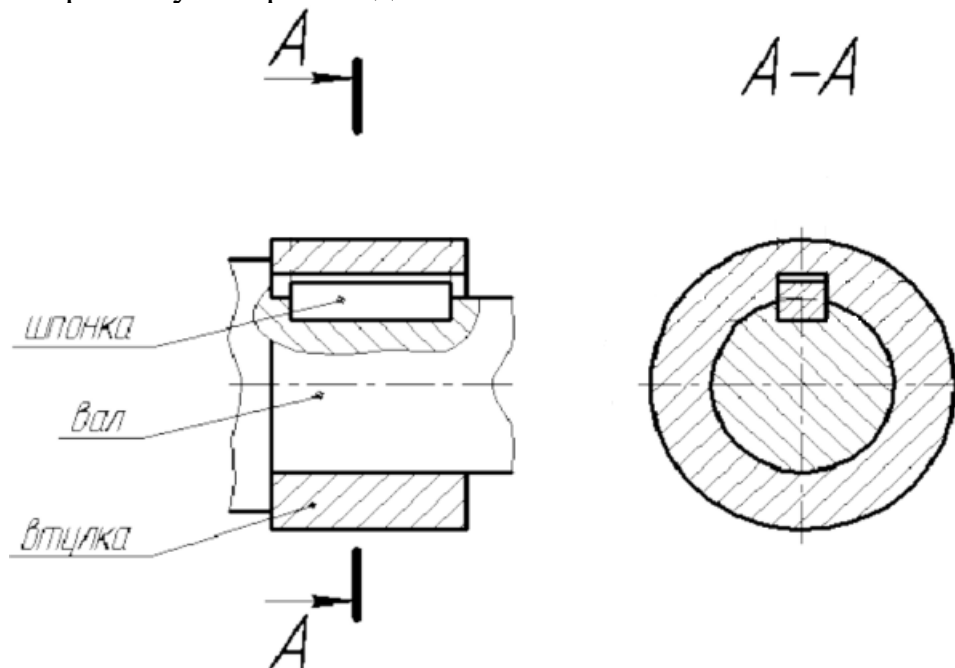

Рис. 1 Пример шпоночного соединения
1. Сконструировать и изготовить макет шпоночного соединения (Рис. 1).